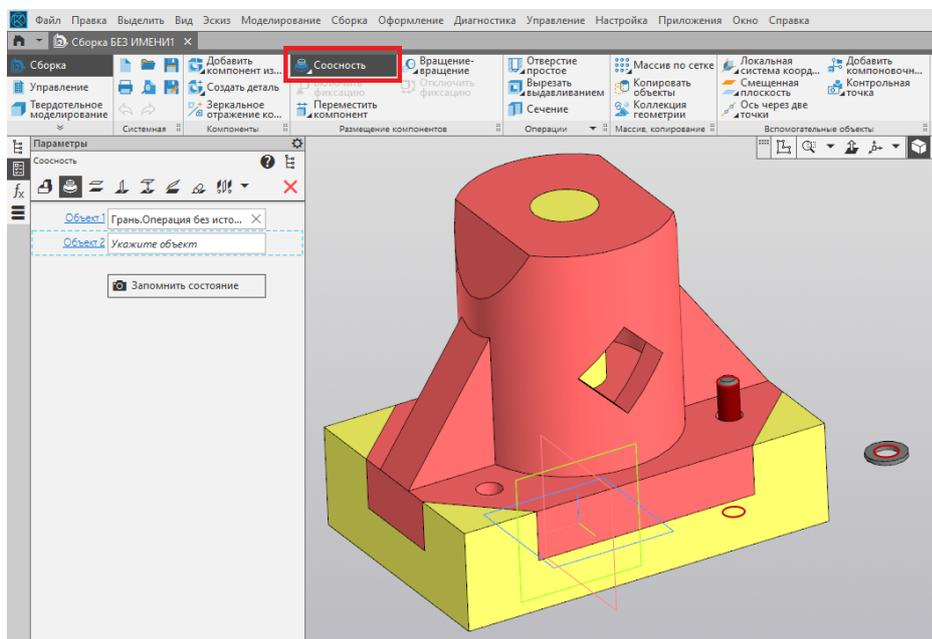

Рис. 65
17. Далее создаём ограничение «Соосность» для стержня болта и отверстия в шайбе. Подтверждаем команду нажатием на зелёную галочку (рис. 65).